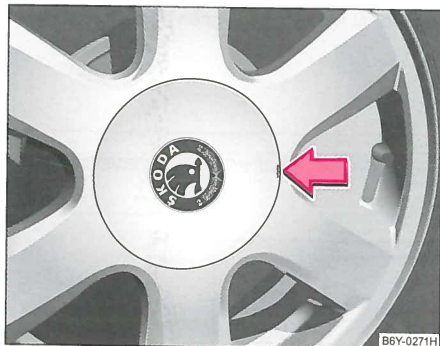

Fig. 158 Aftrækning af pyntehjulkapslen
- Tag forsigtigt pyntehjulkapslen af med aftrækningskrogen ⇒ fig. 158. ■